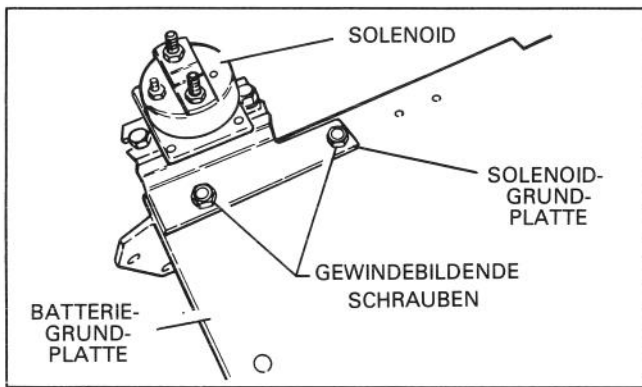

Abb. 13
20. Wie in Abb. 13 gezeigt, die Solenoid-Anbringungsplatte mit (2) gewindeförmigen Schrauben an der Batterieanbringungsplatte anbringen.
21. Das Solenoid mit (2) Kopfschrauben und Sicherungsmuttern wie in Abb. 13 gezeigt an der Anbringungsplatte anbringen.